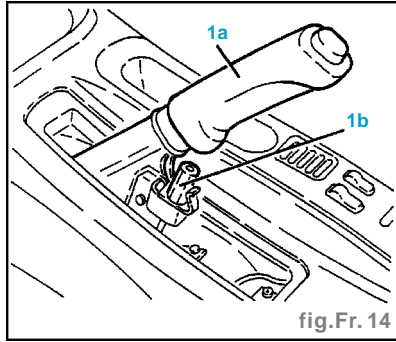

fig.Fr. 14
- Resserrer l'écrou de réglage (**1b**) sur le levier de frein à main (**1a**) jusqu'à ce que les roues arrière soient freinées (fig. Fr. 14).